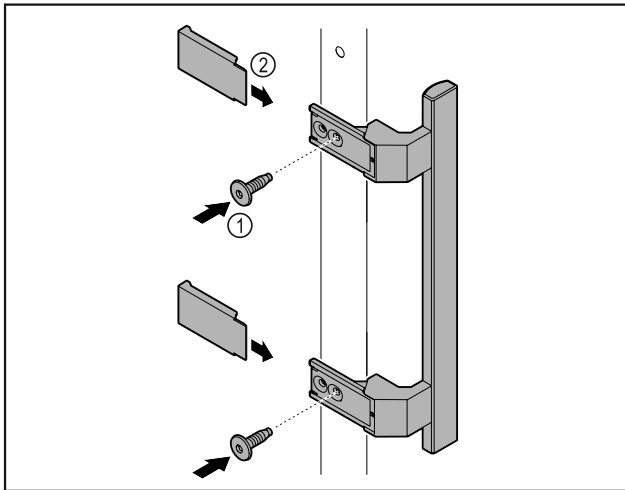

Fig. 8
- Colocar en la puerta el tirador del kit de accesorios con los tornillos incluidos Fig. 8 (1).
- Colocar las cubiertas Fig. 8 (2).